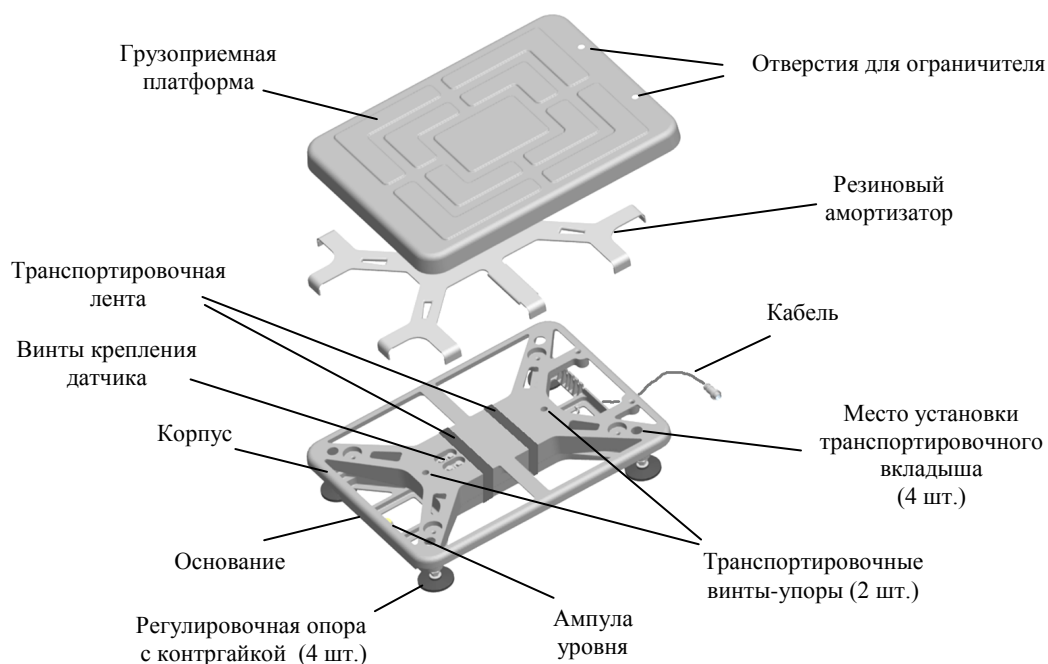
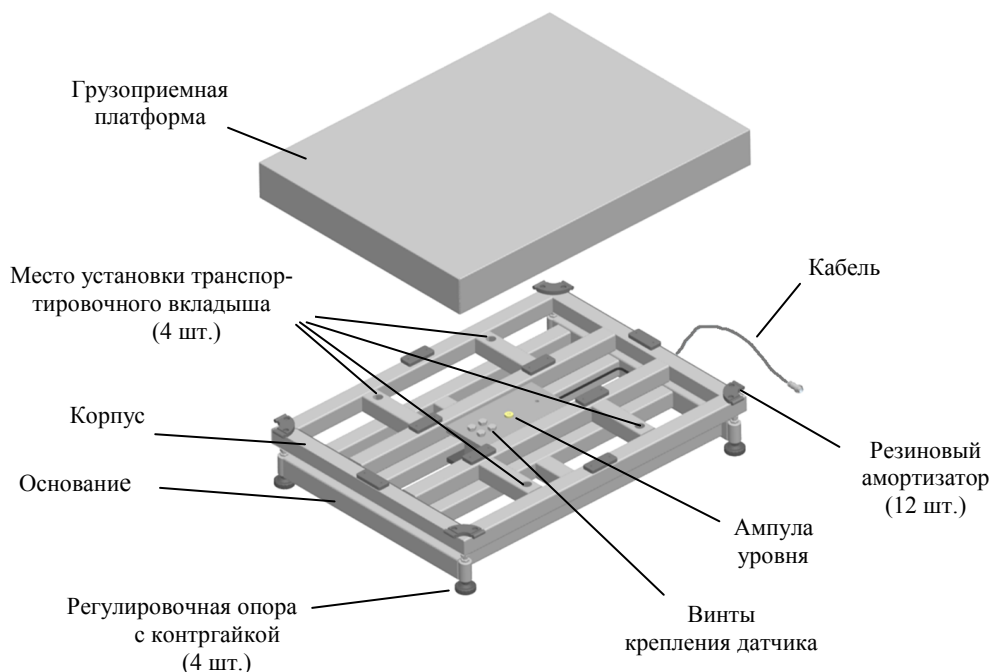

Рис. 4.1 - Модуль взвешивающий ТВ-S\_
Рис. 4.2 - Модуль взвешивающий ТВ-М\_
5.2 Снять грузоприемную платформу. Вынуть транспортировочные вкладыши (Рис. 4.1, Рис. 4.2).
5.5 Установить модуль на твердой ровной поверхности. При помощи регулировочных опор выставить весы по ампуле уровня таким образом, чтобы пузырек воздуха находился в центре ампулы. При необходимости, затянуть контргайки регулировочных опор (Рис. 4.1, Рис. 4.2).